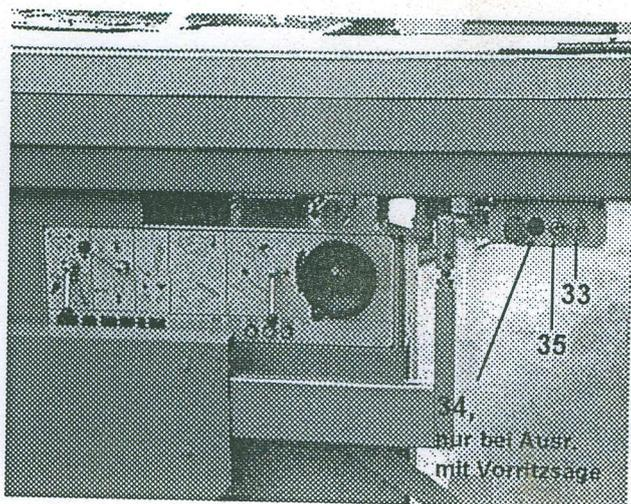

Bild 4.28
- Dann kann die Maschine mit dem Drucktaster 33 (Bild 4.28) eingeschaltet werden.
- Bei Maschinen, die mit einer Vorritzsäge ausgerüstet sind, braucht man diese nur nach dem Einschalten des Hauptmotors zuzuschalten (Startknopf 34, Bild 4.28). Aus Sicherheitsgründen läuft die Vorritzsäge nur, wenn auch die Hauptsäge läuft.
- Zum Ausschalten die rote STOP-Taste 35 drücken (Bild 4.28). Die Kreissägewelle wird automatisch abgebremst.